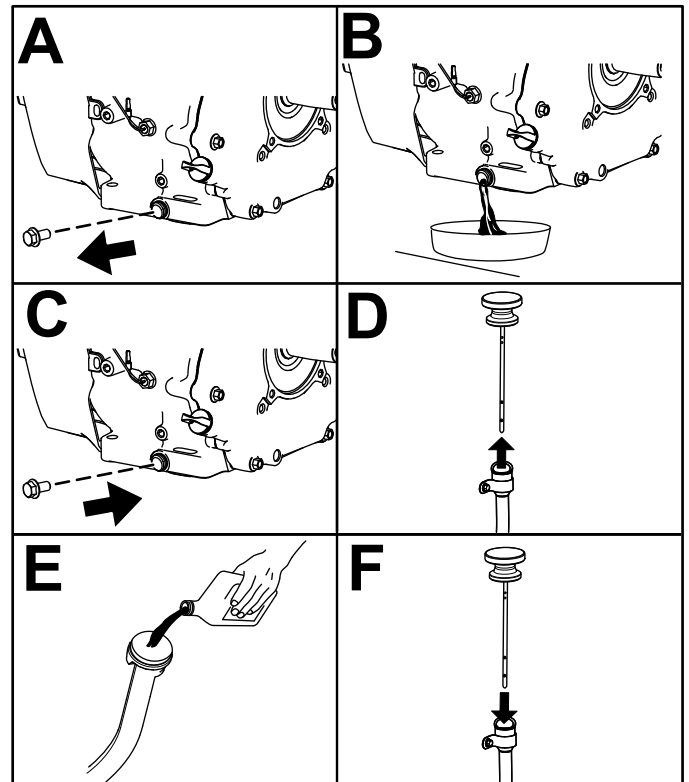

Figura 39
6. Cambie el aceite del motor, tal y como se muestra en Figura 39.